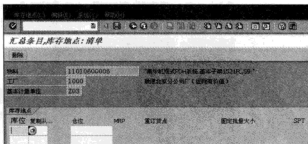

图 15-29 删除仓储地点
STEP 2 在弹出的“汇总条目，库存地点：清单”界面中输入要删除的仓储地点，然后单击“删除”按钮即可删除，如图 15-29 所示。